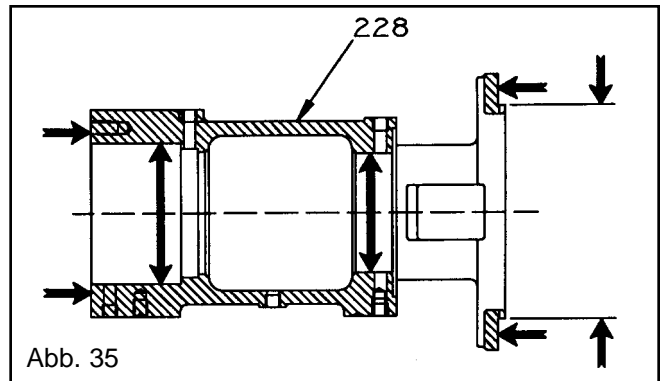

Abb. 35
- Die Rahmeninnenflächen auf Rost, Kesselstein und Verschmutzungen untersuchen. Alle losen und Fremdmaterialien entfernen (Abb. 35).